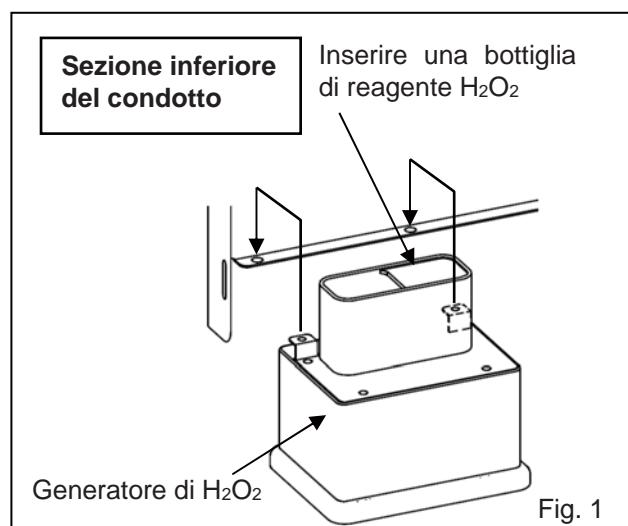

Fig. 1
5. Inserire una bottiglia di reagente H₂O₂ MCO-H2O2 nel generatore di H₂O₂ MCO-HP (Fig. 1).
6. Inserire i due perni del generatore di H₂O₂ nei due fori sul lato inferiore sinistro del condotto (Fig. 1).